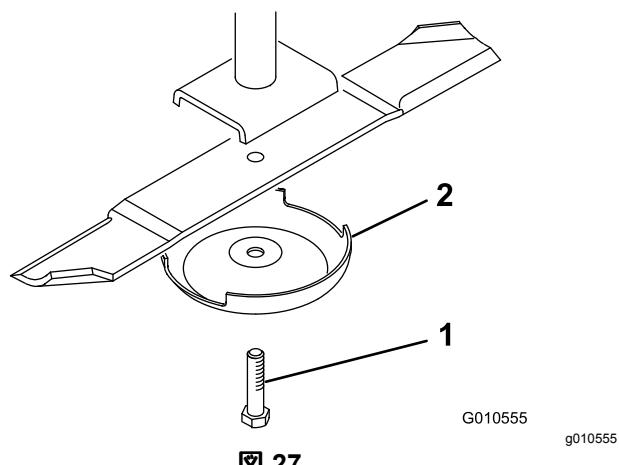

図 27
2. ぼろきれや厚いパッドの入った手袋を使ってブレードの端部をしっかりと握る。スピンドルのシャフトからブレードボルト、芝削り防止カップ、ブレードを取り外す図 27。